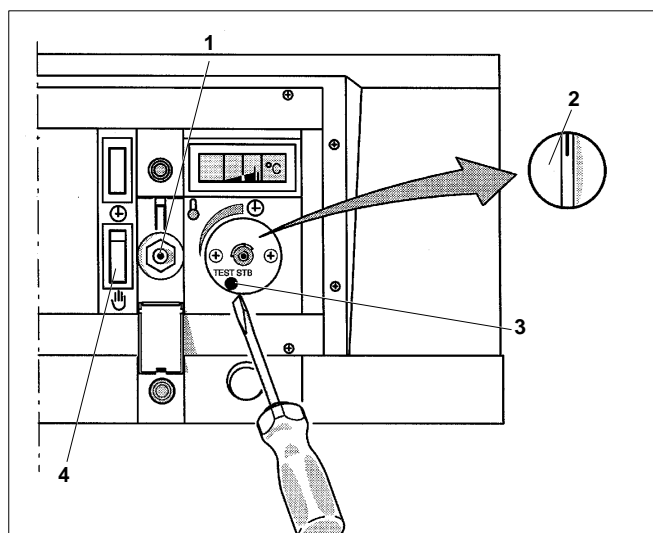

Fig. 28 Contrôler et déverrouiller le STB
- Placer l'interrupteur Automatique-Manuel (fig. 28, **pos. 4**) en position Manuel (manuel).
- Retirer le bouton de réglage (fig. 28, **pos. 2**) du régulateur de température d'eau de chaudière.
- Pousser vers l'arrière la touche "TEST STB" (fig. 28, **pos. 3**) à l'aide d'un tournevis ou autre et maintenir jusqu'à ce que le STB se déclenche.
- Remettre le bouton de réglage en place (fig. 28, **pos. 2**) et replacer l'interrupteur Automatique-Manuel (fig. 28, **pos. 4**) en position initiale.
- Enfoncer le bouton de déverrouillage STB (fig. 28, **pos. 1**).
Légende fig. 28